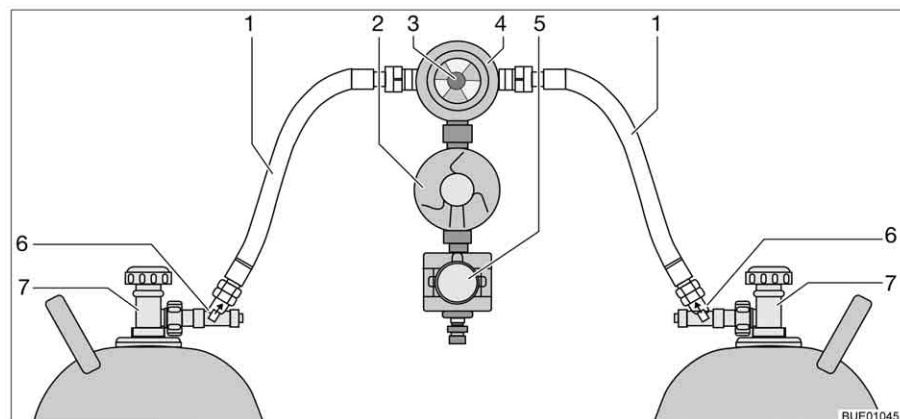

Fig. 100 Dispositif de commutation Crash Protection Unit
La Crash Protection Unit se compose de deux limiteurs de débit à verrouillage manuel (Fig. 100,6), d'une valve de commutation (Fig. 100,4) avec régulateur de pression (Fig. 100,2), d'une électrovanne (Fig. 100,5) et d'une unité de commande à DEL de trois couleurs. La valve de commutation est montée entre les deux lyres (Fig. 100,1).
Un bouton rotatif (Fig. 100,3), situé sur la valve de commutation, permet de définir laquelle des bouteilles de gaz est celle de service et laquelle est celle de réserve.
Seules les fonctions électriques peuvent être activées sur l'unité de commande (Fig. 101). Les robinets principaux des bouteilles de gaz (Fig. 100,7) et les dispositifs de déverrouillage (Fig. 100,6) doivent être ouverts manuellement.
- Ouvrir les robinets principaux des bouteilles de gaz (Fig. 100,7).
- Appuyer sur les dispositifs de déverrouillage (Fig. 100,6) l'un après l'autre pendant 10 secondes.
- Choisir la bouteille de gaz avec le bouton rotatif (Fig. 100,3) de la valve de commutation (Fig. 100,4) à partir de laquelle le gaz sera utilisé principalement (bouteille de service).
- Fermer les robinets principaux des bouteilles de gaz (Fig. 100,7).